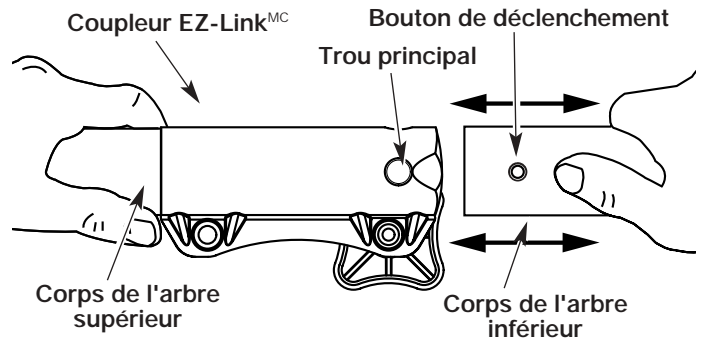

Figure 24
2. Tenez fermement l'accessoire et enfoncez-le tout droit dans le coupleur EZ-Link^{MC} (Fig. 24).
3. Serrez le bouton en le tournant à droite (Fig. 24).
Pour couper les bordures à l'aide de la tête d'accessoire de coupe sur les modèle EZ-Link^{MC}, verrouillez le bouton de déclenchement de l'accessoire de coupe dans le trou de 90° ou de 180° (Fig. 24).